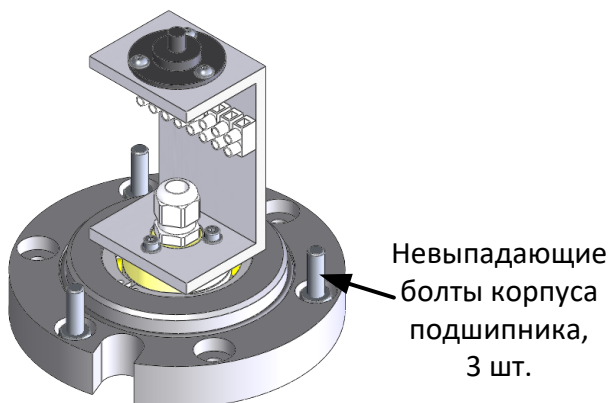

Рисунок 36: Корпус подшипника с установленными невыпадающими болтами
- Убедитесь, что 3 невыпадающих болта крышки подшипника установлены, а гайки затянуты, с тем чтобы болты оставались на месте (Рисунок 36).